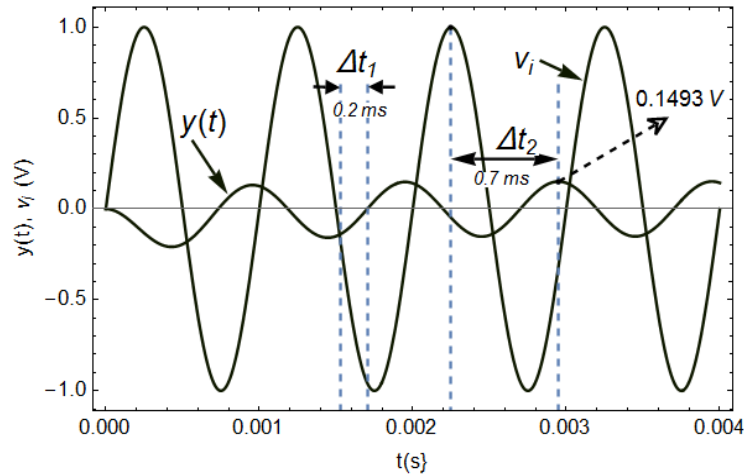

FIG. 16 –
2. La solution exacte (théorique) de l'équation (6) est représentée à la figure 16.
Mesurer $\Delta t_{1,exp}$, $\Delta t_{2,exp}$ et l'amplitude de $y(t)$ à partir des courbes visualisées à l'oscilloscope (comme indiqué à la fig. 16), puis comparer ces mesures avec les valeurs théoriques indiquées à la figure 16. Conclure.